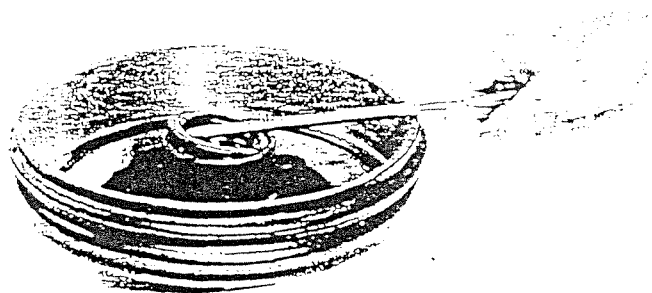

Fig. 8
- Desmontar a manga deslizante. Extrair o retentor em borracha e o protector (fig.8).